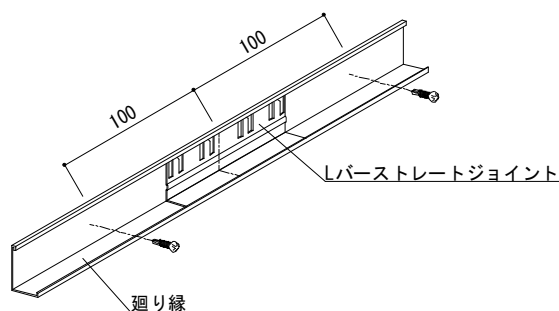

図2-3 廻り縁ビス固定位置
- ② 基準墨に沿って廻り縁をビス (@600 mm以下) 固定し、端部固定時はジョイントと干渉しないように、端部から 100 mm程度に固定する。(図 2-3 参照)